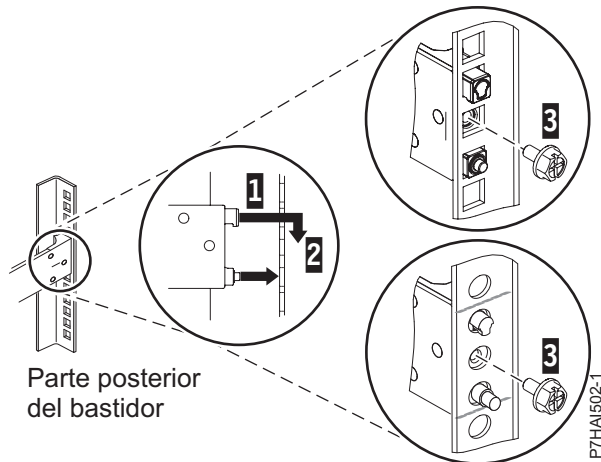

Figura 3. Alineación de las patillas con los orificios de la parte posterior del bastidor
3. Alinee las dos patillas de la parte posterior del riel deslizante con los orificios superior e inferior dentro de la unidad EIA seleccionada que se marcaron anteriormente. Tire del riel deslizante hacia usted para insertar las dos patillas en los orificios del bastidor (1), y baje el riel deslizante (2) para fijar el mecanismo de enganche de la patilla superior. Para obtener detalles, consulte la Figura 3 en la página 5. Asegúrese de que las dos patillas sobresalen de los orificios del bastidor antes de continuar en el paso siguiente.